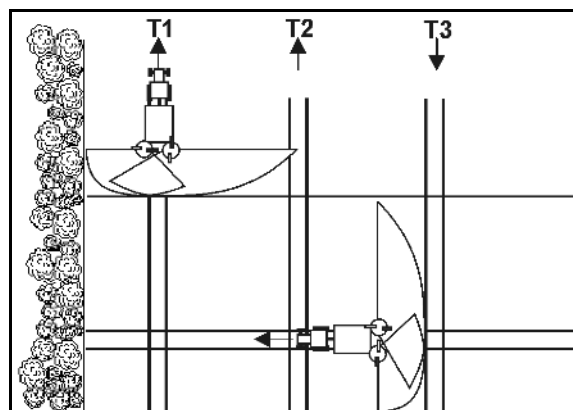

図 92
残留分を排出するために、ZA-X には2個の排出用キャップ (図 92/1) が備わっています。
2. ナット (図 92/2) を外します。